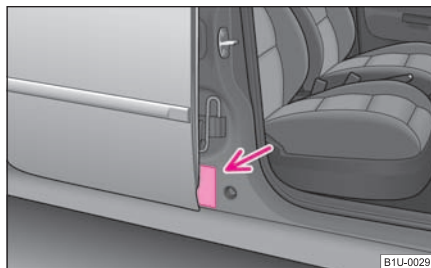

Fig. 130 Autocolant pe stâlpul central al ușilor, partea pasagerului din dreapta
- Asupra acestui aspect atenționează și autocolantul amplasat pe partea dreaptă, pe stâlpul central al ușilor ⇒ fig. 130. Eticheta poate fi observată după deschiderea ușii pasagerului din dreapta. În unele țări, eticheta este lipită și pe parasolarul pasagerului din dreapta.